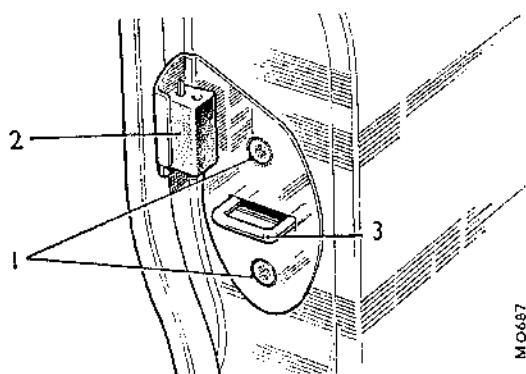

Fig. Rb.4
Antes de intentar cerrar la puerta, asegurarse de que el disco del pestillo está en la posición de abierto; si no es así, "disparar" el pestillo (utilizando el botón pulsador) y echar hacia atrás el pestillo hacia la posición de abierto utilizando un destornillador. No cerrar la puerta de golpe mientras se está ajustando ya que ello puede violentar el mecanismo. Los tornillos de la placa (1) (Fig. RB.4) deberán apretarse lo suficiente para permitir que la puerta se cierre completamente, pero dejando que la placa se mueva con la puerta mientras se alinea ésta con la carrocería.
- (7) Tirar de la puerta hacia fuera o presionarla hacia dentro (sin utilizar el botón pulsador) hasta que esté alineada con la carrocería.
- (8) Abrir la puerta con el botón pulsador y trazar una línea a lápiz alrededor de la placa para establecer su nueva posición horizontal.
- (9) Quitar el tope de goma (2) de la placa, ya que éste tiende a torcer la placa durante el ajuste (ver Fig. Rb.4).
- (10) Situar la anilla (3) de la placa en ángulo recto con el plano de la bisagra antes de apretar definitivamente los tornillos (1) (ver Fig. Rb.4). Se puede entonces comprobar si la puerta está "caída" o "levantada" y, si es necesario, se pueden volver a flojar los tornillos para desplazar verticalmente la placa, según sea necesario.